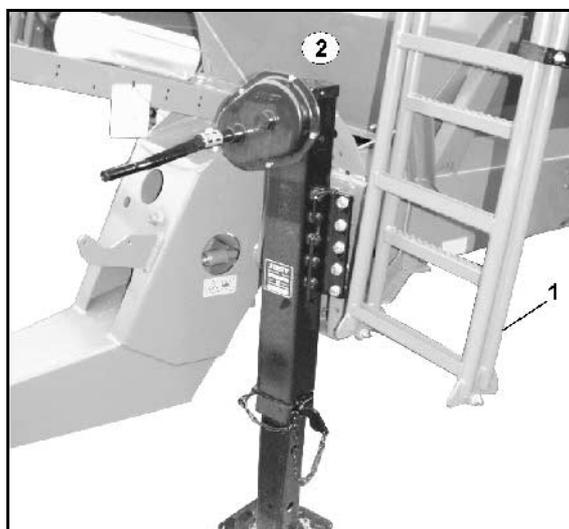

Рис. 79
Для чистки, технического обслуживания и ремонта поднимайтесь в бункер при помощи откидной лестницы (Рис. 79/1).
1. Поднимите зажим (Рис. 79/2).
2. Откиньте лестницу (Рис. 79/1).